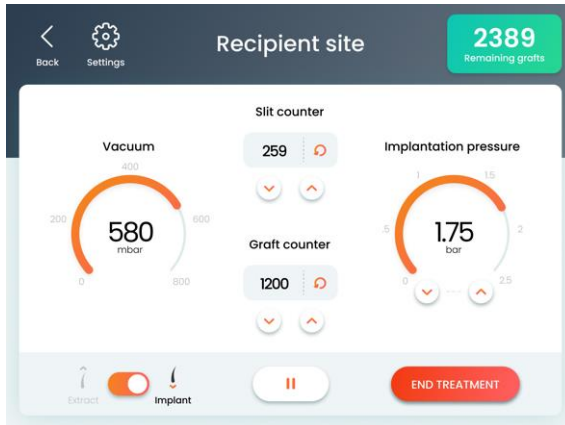

Figura 5-13. Pantalla de tratamiento en área receptora (en estado de inicio)
- El indicador de vacío muestra el nivel de vacío, como se muestra en la Figura 5-13.